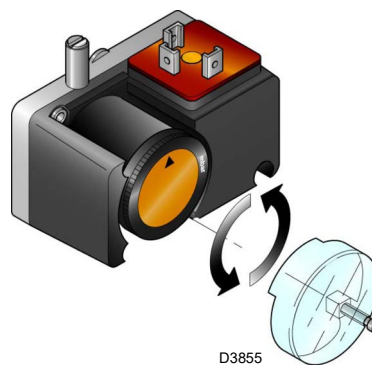

Рис. 29
- Установите реле минимального давления газа (Рис. 29 на стр. 32) на начало шкалы.
Отрегулируйте реле минимального давления газа (Рис. 29) после регулировки горелки, газовых клапанов и стабилизатора рампы.